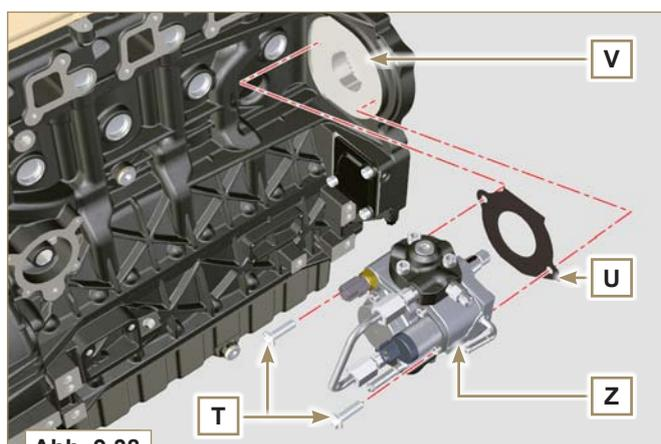

Abb. 9.38
1 - Überprüfen, dass die Fläche **V** einwandfrei sauber ist (**Abb. 9.38**).
- Die Dichtung **U** verfügt über eine bestimmte Montagerichtung (**Abb. 9.38**).
- Die Schrauben **T** durch neue ersetzen oder alternativ dazu **Loctite 2701** auftragen (**Abb. 9.38**).
2 - Die neue Dichtung **U** auf der Einspritzpumpe **Z** montieren (**Abb. 9.38**).
3 - Die Pumpe **Z** in der Aufnahme **V** gemeinsam mit der Dichtung **U** mit Hilfe der Schrauben **T** befestigen (**Abb. 9.38** - Anziehmoment **25 Nm**).